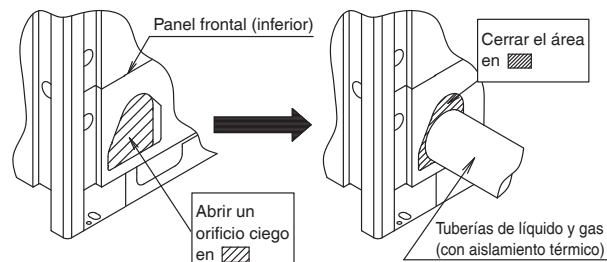

Fig. 31
- Abra un orificio ciego en la cubierta de salida de la tubería e instálela, luego cierre la salida de la tubería con material de sellado (suministro independiente) después de la operación de prueba como medida contra la invasión de animales pequeños. (consulte la Fig. 31)